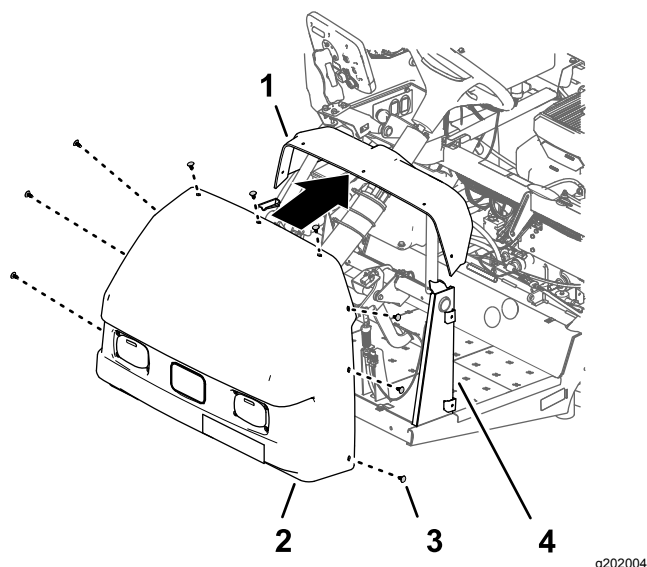

Figura 213
1. Allineate i fori sul cofano con i fori sulla plancia e il telaio della macchina (Figura 213).
2. Fissate il cofano alla plancia e al telaio con 9 dispositivi di fissaggio a spinta (Figura 213).